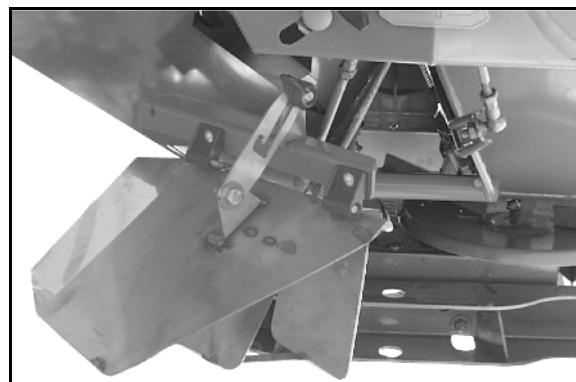
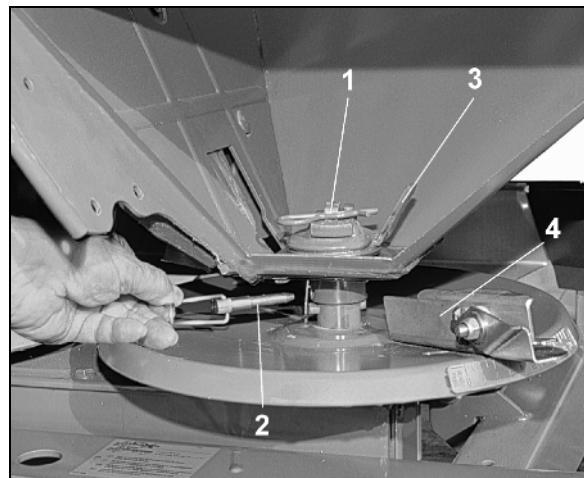

図 87
図 88
- 左側のシャッター（図 87/1）を閉じます。
2. 蝶ナット（図 87/2）を外します。
3. 境界散布デフレクター（図 87/3）は運転停止位置から下側の運転位置（図 88）へ旋回させます。
4. 蝶ナット（図 87/2）を締め付けます。